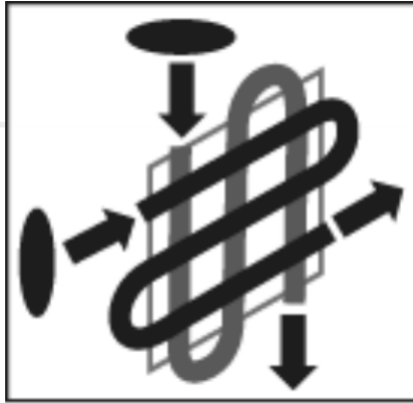

Рисунок 11. Схема ведення виробу уздовж поверхні.
2. Вести блок розпилення уздовж поверхні під час фарбування безперервною зигзагоподібною лінією в напрямі, відповідному встановленому факелу: горизонтально – для вертикального факелу; вертикально – для горизонтального (рис. 11).